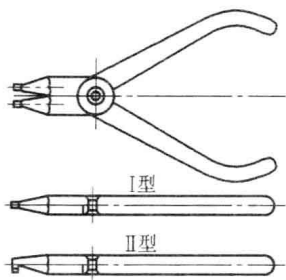

图 1-1 弹簧挡圈安装钳
(1) 钢丝钳 其长度有：140mm、160mm、180mm、200mm、220mm 及 250mm 等几种。
(2) 弹簧挡圈安装钳。弹簧挡圈安装钳的外形如图 1-1 所示，专供装拆弹性挡圈用，有直嘴式、弯嘴式和孔用、轴用之分。